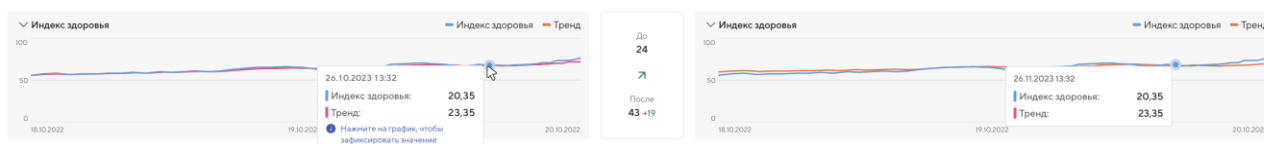

Рисунок 222 – Дополнительное окно с информацией
5. Наведите указателя мыши на график. Откроется дополнительное окно с детальной информацией об измеряемых параметрах и показаниях датчика в выбранный момент времени (Рисунок 222). Дополнительное окно отображается сразу на обоих графиках в зеркальном виде (то есть при наведении указателя мыши на графике «До» на последнюю точку периода, на графике «После» должна